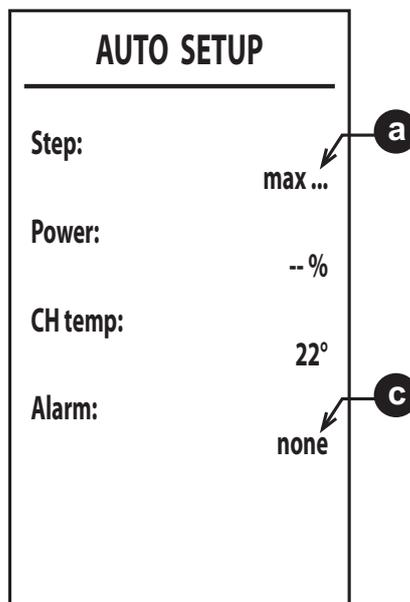

рис. 38
6. После розжига горелка устанавливается на различные мощности (**max**, **med**, **min** - макс., сред., мин.), показываемые в точке **a** (рис. 38).
8. Если последовательность розжига, описанная в пункте "6", не дала положительных результатов, появляется сообщение **max_err** в точке **a** и код ошибки в точке **c** (рис. 38).